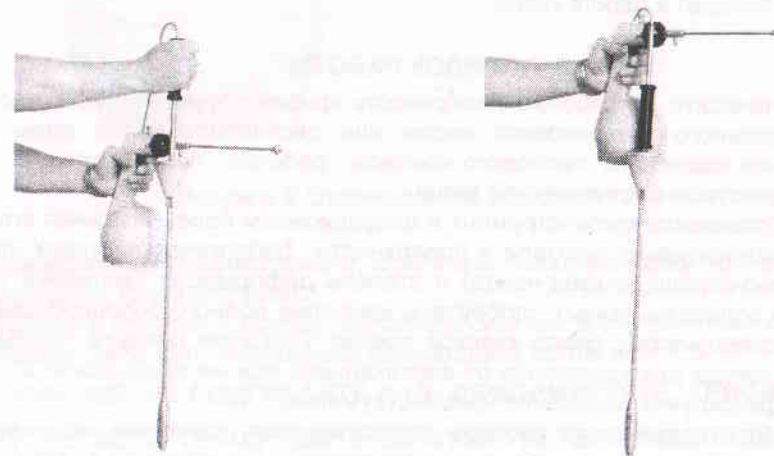
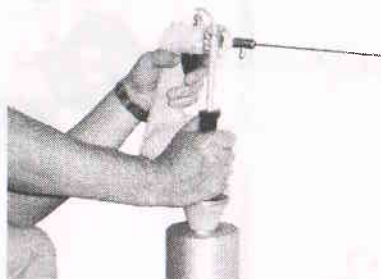

Рисунок 7 Установка тонкой части заправочного устройства в горловину сосуда 7
Рисунок 8 Заправка сосуда для криоагента жидким азотом из транспортного сосуда Дьюара.
7.7.2 Возьмите заправочное устройство за ручку 2. Опустите его тонкую часть 1 до упора в заправочную горловину 5 сосуда 7 (рис.7), а тепловую массу 4 заправочного устройства - в сосуд Дьюара (рис.8).